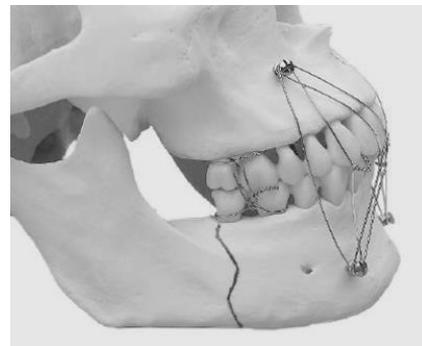

Figura 14
9). Verificar a redução da fratura (figura 14)